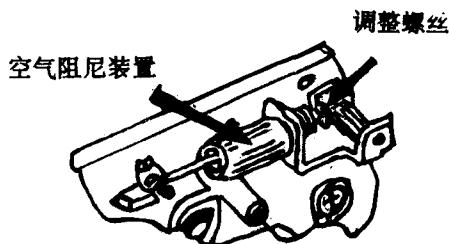

图 1
- b. 如 DMP56A 绘图仪,开启仪器的左端界可见到有一空气阻尼装置,见图 1,它用来调节高速工作时绘图笔落笔轻重度。当阻尼过小时,笔就会